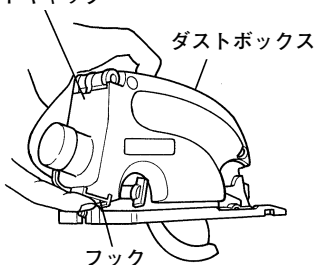
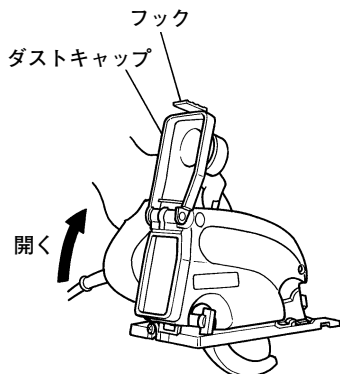

図 19
図 20
- (1) ダストボックス後方にあるフックを押し、ダストキャップを開き、切りくずを捨てます。(図19、図20)
- (2) ダストボックス内に付着している切りくずをきれいに落とし、内部がよく見えるようにしてください。
- (3) ダストキャップを閉じて、フックをかけてください。